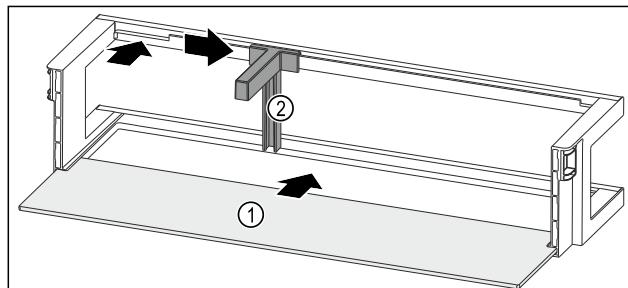

Fig. 136 Türabsteller mit Abstellfläche
- ▶ Abstellfläche Fig. 136 (1) in die seitlichen Aussparungen einschieben.
- ▶ Flaschenhalter Fig. 136 (2) in die Aussparung einsetzen.
- ▶ Flaschenhalter Fig. 136 (2) in gewünschte Position zur Seite schieben.